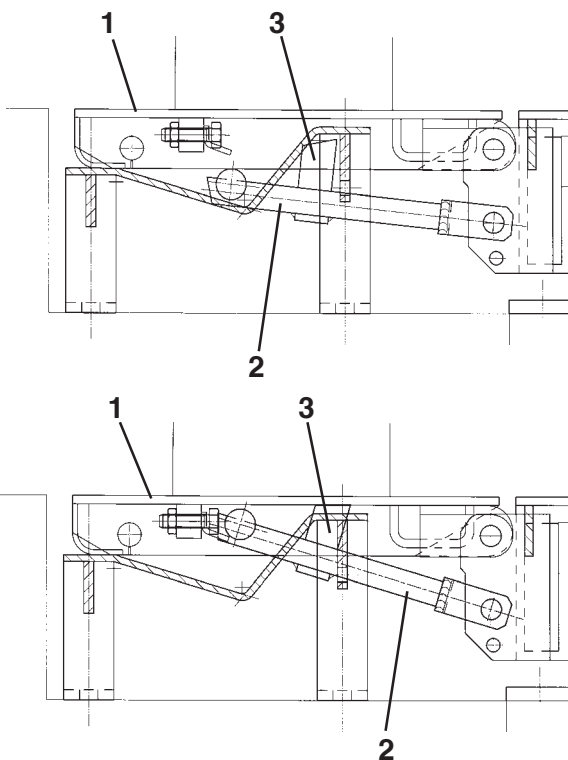

Fig. 24
**N.B.: Quando si sollevano veicoli usando i tamponi in gomma posti sulle rampe 1 occorre assicurarsi che il supporto rampa 2 sia inserito (vedi Fig. 24). Per sapere questo osservare la banderuola 3: se è a filo pavimento si può sollevare con i tamponi sulle rampe, altrimenti occorre agganciare il supporto alla rampa stessa.**
**N.B.: When vehicles are lifted using rubber buffers placed on the ramps 1, check that the ramp support 2 is fitted (see Fig. 24). To check this, look at the flap 3: if it is on a level with the floor, you may lift with the buffers on the ramps, otherwise the support should be hooked to the ramp itself.**
**N.B.: Cuando se levantan vehículos usando los tampones de goma ubicados en las rampas 1 es necesario asegurarse que el soporte rampa 2 esté insertado (véase Fig. 24). Para saber esto se debe observar la banderola 3: si está a nivel del piso se**
**Anmerkung: Werden Fahrzeuge mit den Rampengummiaufnahmen 1 angehoben sicherstellen, dass die Rampenhalterung 2 eingesetzt ist (siehe Abb. 24). Um dies festzustellen, die Fahne 3 betrachten. Ist sie bodeneben, kann mit den Aufnahmen auf den Rampen**
**Remarque: pour soulever des véhicules en utilisant les tampons en caoutchouc situés sur les rampes 1, s'assurer d'avoir introduit le support de la rampe 2 (voir fig. 24). Ce contrôle est facilité par l'observation de la banderole 3: si elle est en droite ligne avec le sol, le levage avec les tampons des rampes est possible. Dans le cas contraire, il faut enclencher le support à la rampe.**